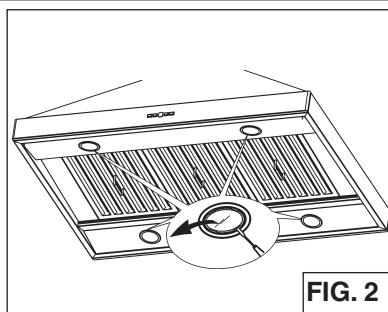

FIG. 2
1. Ouvrez le couvercle en faisant levier sur les fentes prévues à cet effet (Fig.2).